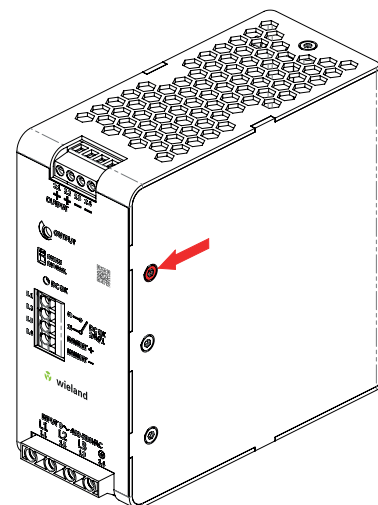

Abb. 26: Position der Verbindungsschraube für die GDT
- 1) Entfernen Sie die Verbindungsschraube (mit einem Pfeil gekennzeichnet) vollständig mit einem Torx X10-Schraubendreher. (siehe Abb. 26).